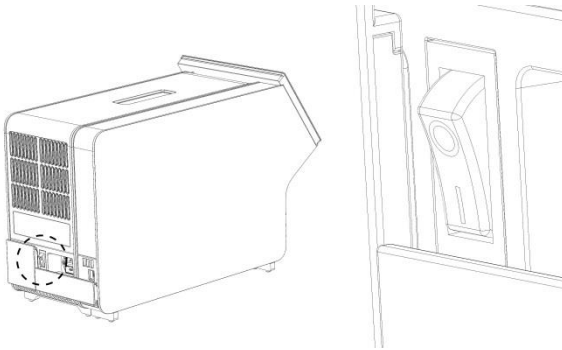

Abbildung 18: Lokalisieren des Netzschalters und Einstellen in die Position „I“
10. Schalten Sie das Gerät ein, indem Sie den Netzschalter an der Rückseite des **Analysemoduls in die Position „I“ stellen (Abbildung 18)**. Überprüfen Sie, ob die Statusanzeigen am Analyse- und am Betriebsmodul blau leuchten.